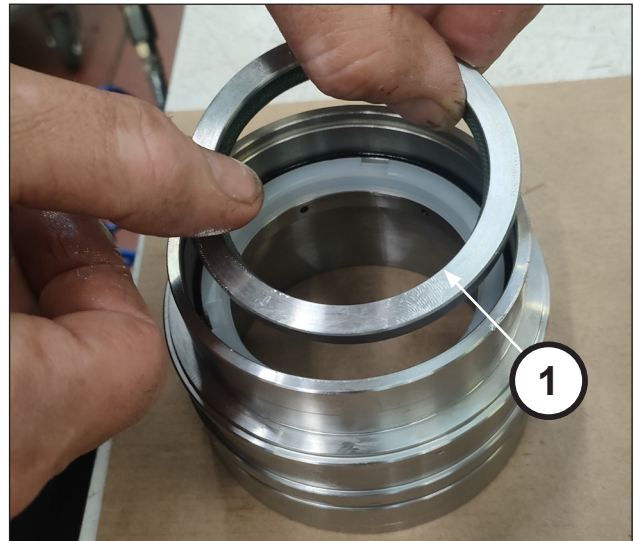
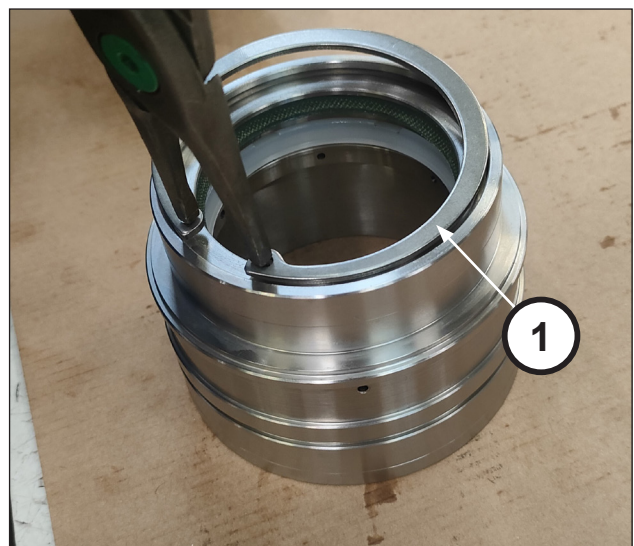

Abb. 151
Abb. 152
Setzen Sie die Dichtringgruppe mit ND-Dichtung und O-Ring in den Dichtungshalter (Pos. ①, Abb. 151) und montieren Sie den Seegerring, um die gesamte Gruppe zu arretieren (Pos. ①, Abb. 152).